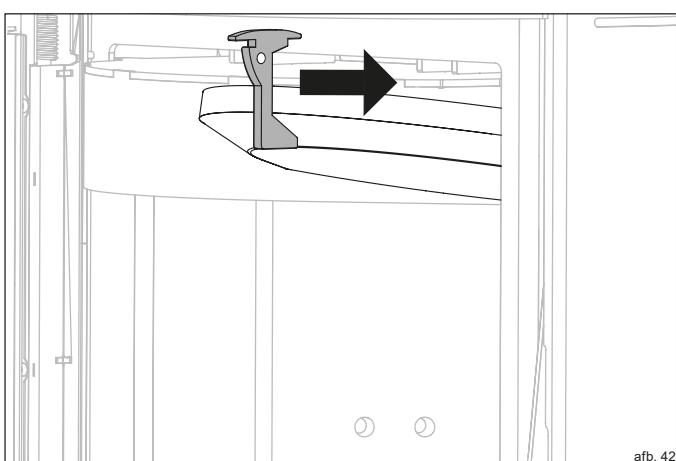

afb. 41
- ▶ Schuif de houder van de thermische steen naar boven (afb. 41).